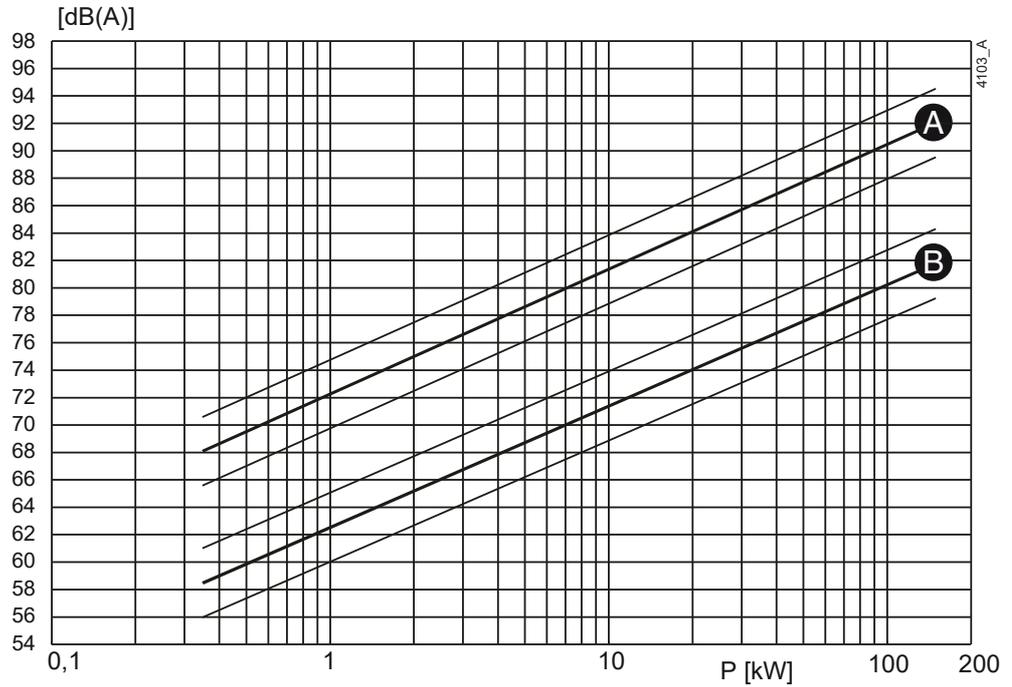
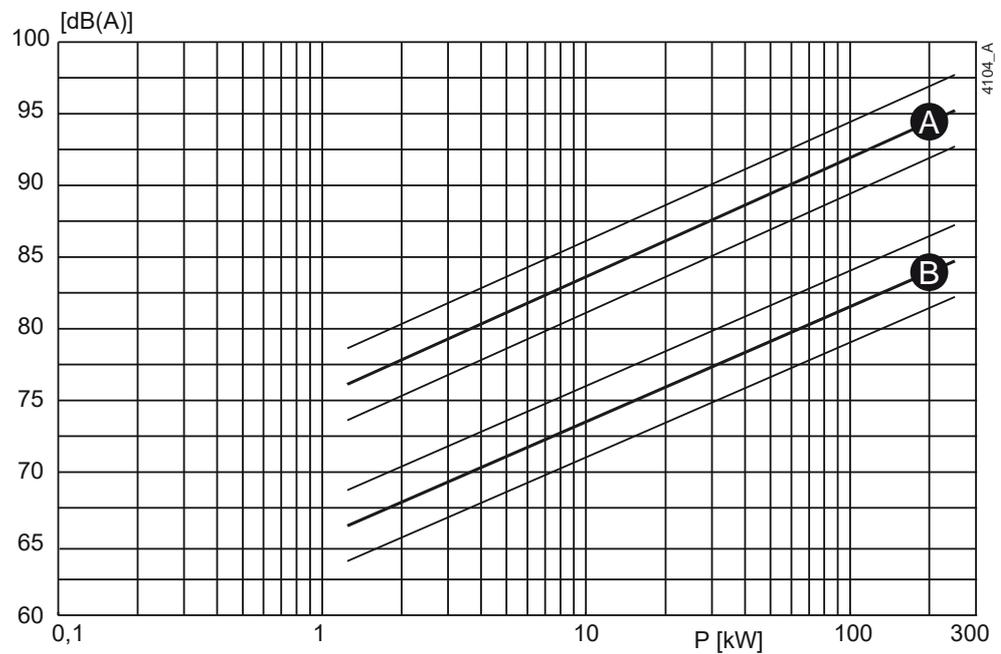

Figura 60: El ruido como función de la capacidad de la bomba [kW] a 1450 min^{-1}
Figura 61: El ruido como función de la capacidad de la bomba [kW] a 2900 min^{-1}
- 1 Para determinar el nivel de ruido (L_1) de la bomba, consulte Figura 60 o Figura 61.